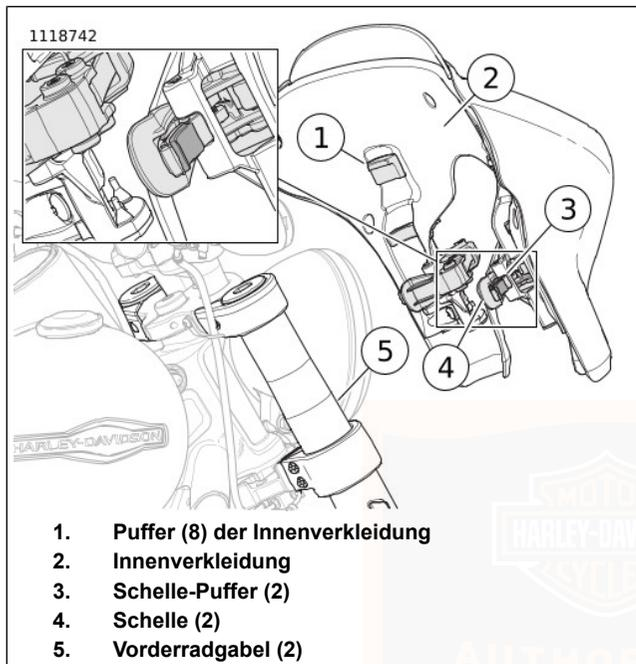

Abbildung 54. Verkleidungsklemmen
1. Siehe Abbildung 54. Prüfen Sie die Verkleidung.
- a. Sicherstellen, dass die Puffer der Innenverkleidung (1) und die Puffer der Klemme (3) in Position, sauber und in gutem Zustand sind.
- b. Die Schellen (4) öffnen und schließen, um zu überprüfen, ob sie in einwandfreiem Zustand sind.